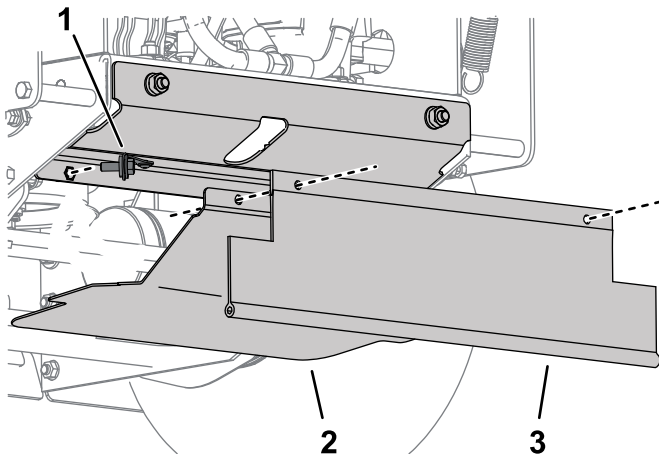

Figura 8
6. Compruebe el ajuste del protector inferior y ajuste la posición del protector de la polea motriz si fuera necesario (Figura 8).
7. Instale el protector inferior y el protector de arrastre en el protector de la polea motriz y fíjelos con los pernos capturados en los amarres en el protector de la polea motriz (Figura 8).